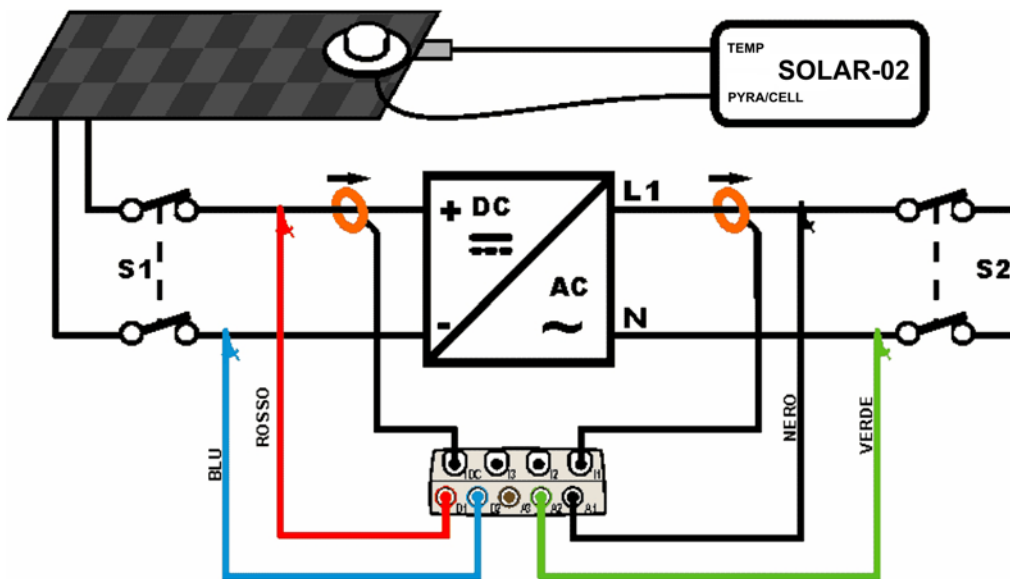

Fig. 167: Collegamento dello strumento in un sistema FV-1 con unità SOLAR-02
3. Collegare gli ingressi **D1** e **D2** rispettivamente ai poli positivo e negativo di uscita della stringa. Collegare gli ingressi **A1**, **A2** ai conduttori di Fase e Neutro rispettando i colori come mostrato in Fig. 167
4. Collegare la pinza di corrente DC sul conduttore positivo in uscita dalla stringa **rispettando il verso della freccia** presente sulla pinza stessa come indicato in Fig. 167. **Controllare lo stato delle batterie interne della pinza prima del collegamento**
5. Collegare la pinza AC sul conduttore di Fase L1 **rispettando il verso della freccia** presente sulla pinza stessa come indicato in Fig. 167. Collegare l'uscita della pinza all'ingresso **I1** dello strumento